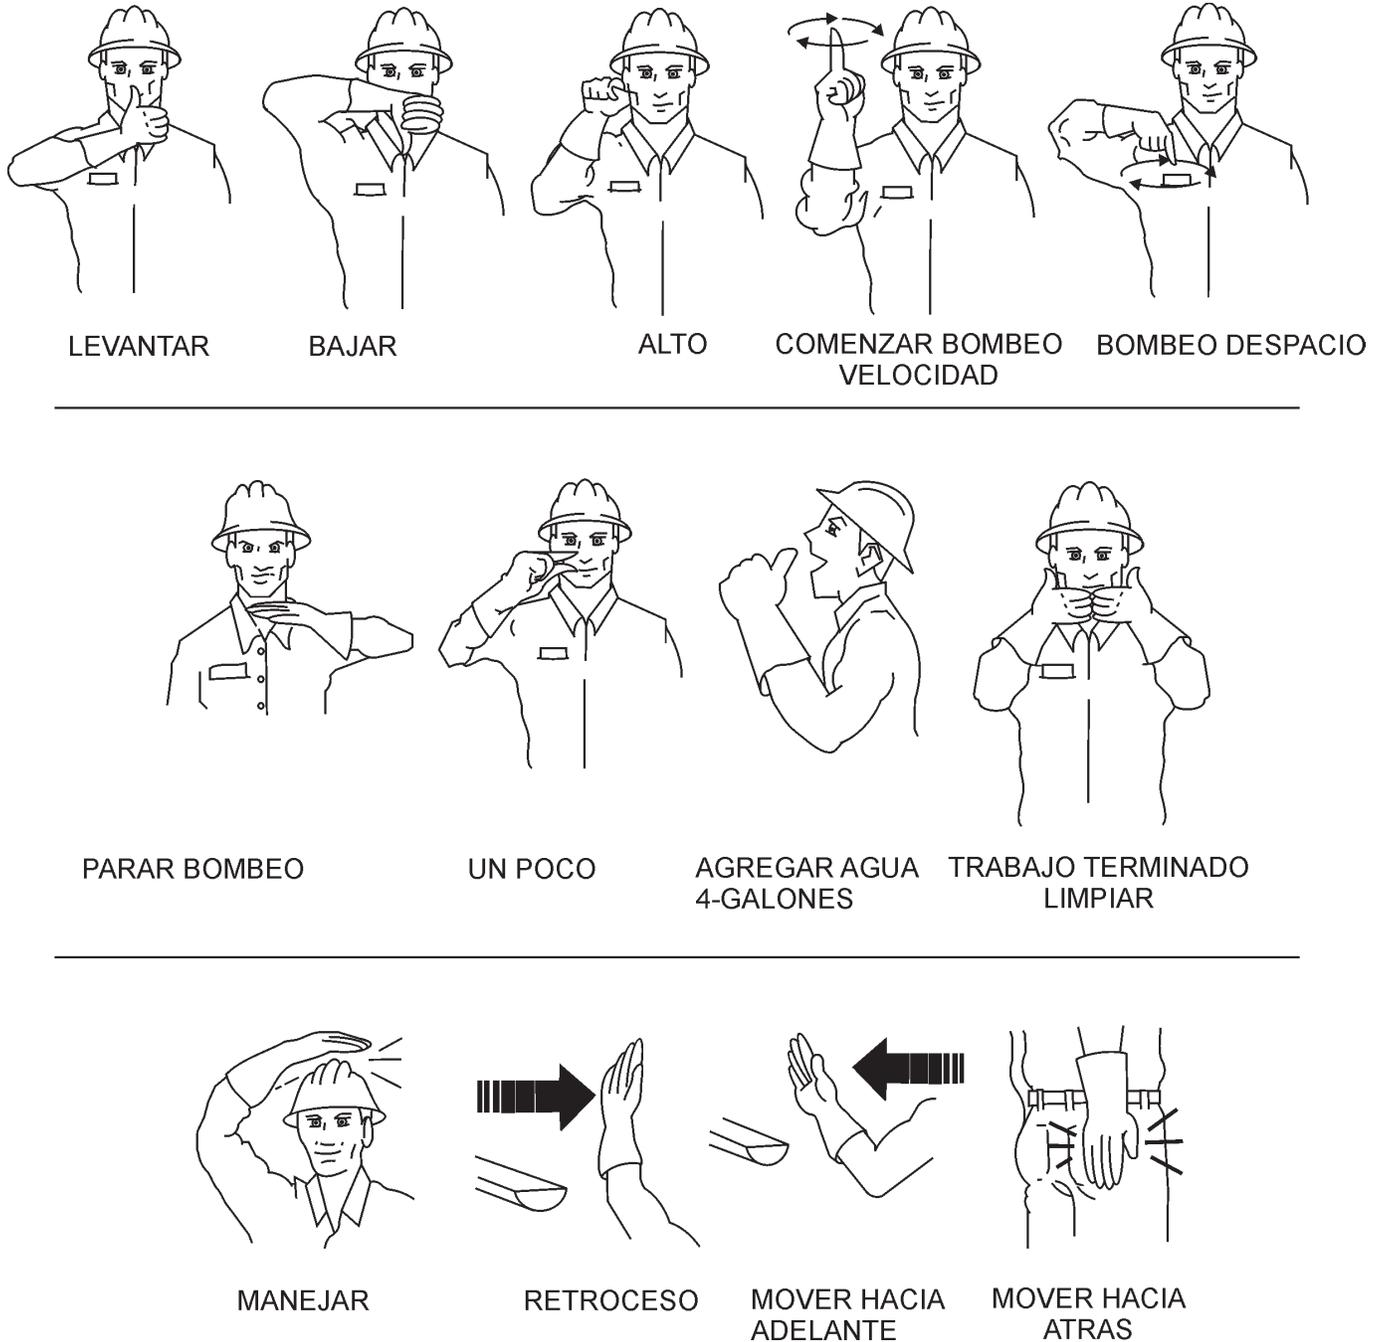

Figura 3. Señales manuales de operación
La Figura 3 muestra las señales manuales básicas comúnmente usadas en las operaciones de la bomba de concreto.
En el primer ciclo, la presión hidráulica es aplicada al cilindro (B), causando que el pistón hidráulico, el cual esta conectado al pistón de concreto y a la copa del pistón, descargue el concreto en línea de entrega (Figura 3).